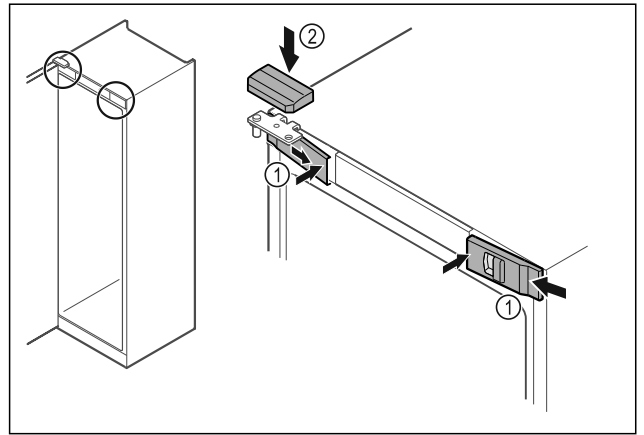

Fig. 36
- Accrocher les caches avant Fig. 36 (1) par les côtés et les enclencher en appuyant sur l'intérieur.
- Insérer le cache supérieur Fig. 36 (2) par le haut.